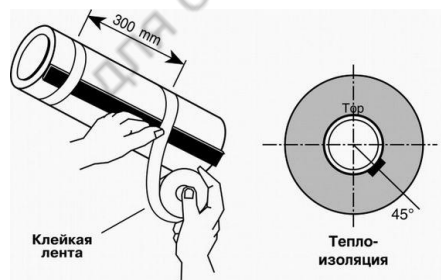
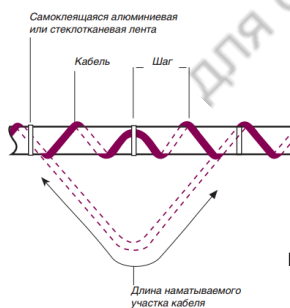

Рис. 1
Рис. 2
2. Установите греющий кабель на трубу: либо вдоль трубы, в нижней части, на углу  $45^{\circ}$  от горизонтальной и вертикальной оси трубопровода (рис. 1), либо используя намотку по спирали (рис. 2).